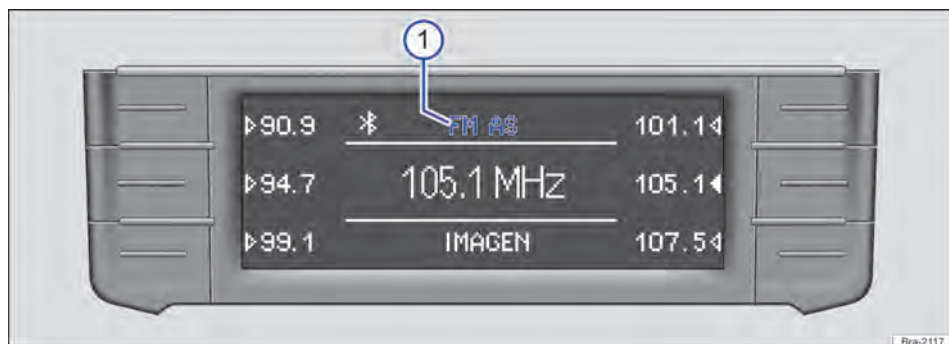

Fig. 148 Menu principal RADIO: são exibidas as faixas de frequências e os níveis de memória.
A faixa de frequências atualmente selecionada é exibida acima da exibição da estação → Fig. 148 ①.